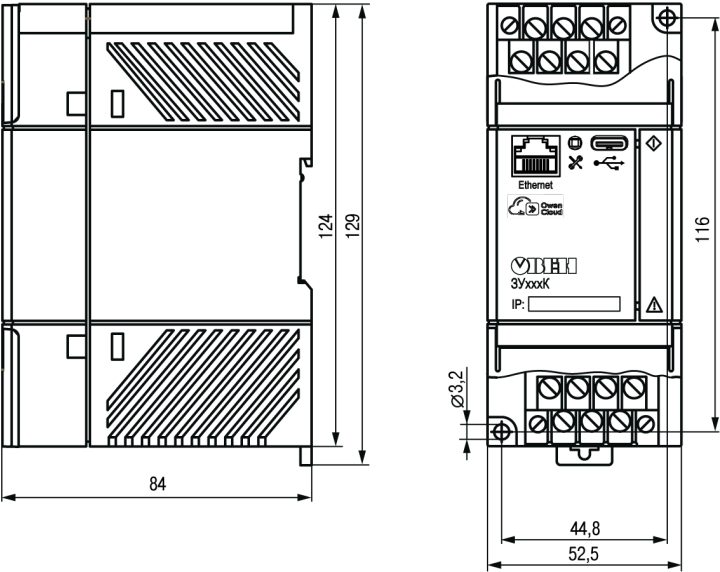
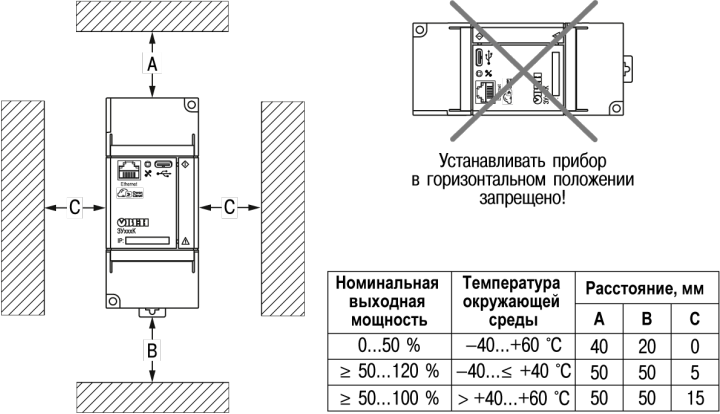

Рисунок 2 – Внешний вид, габаритные и установочные размеры прибора
Рисунок 3 – Рекомендации по размещению прибора
1. Убедиться в наличии свободного пространства для подключения прибора и прокладки проводов (см. *рисунок 2* и *рисунок 3*). Подготовить место на DIN-рейке.
1. Убедиться в наличии свободного пространства для подключения прибора и прокладки проводов (см. *рисунок 2* и *рисунок 3*).